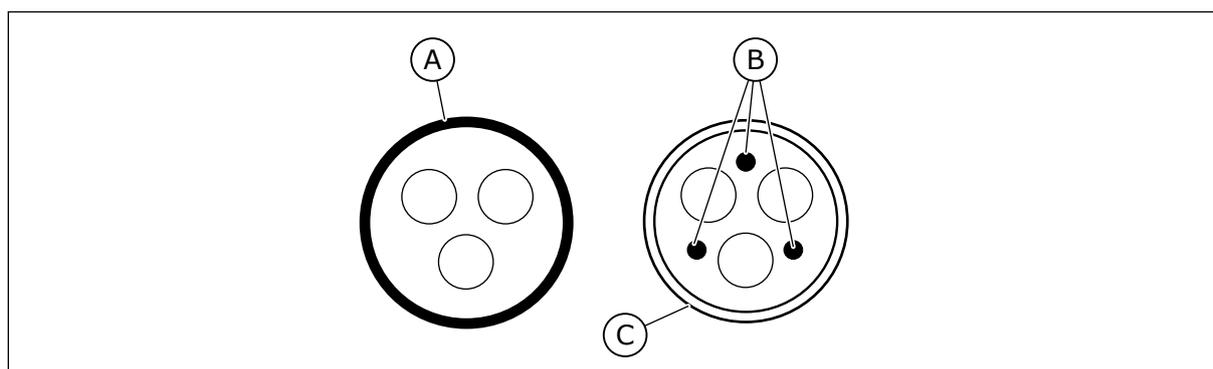

Fig. 36: Câbles avec conducteurs PE
2. Un câble d'alimentation symétrique doté d'un fil de protection concentrique. Un câble pour la tension secteur spécifiée. Nous recommandons un câble MCMK. Voir Fig. 36.
3. Un câble d'alimentation symétrique doté d'un blindage compact à faible impédance. Un câble pour la tension secteur spécifiée. Nous recommandons un câble MCCMK, ou un câble EMCMK. Nous recommandons que l'impédance de transfert du câble (1...30MHz) se situe à un maximum de 100 mΩ/m. Voir Fig. 36. \* = Pour le niveau CEM C2, il faut disposer d'une mise à la terre à 360° du blindage avec presse-étoupe à l'extrémité moteur.